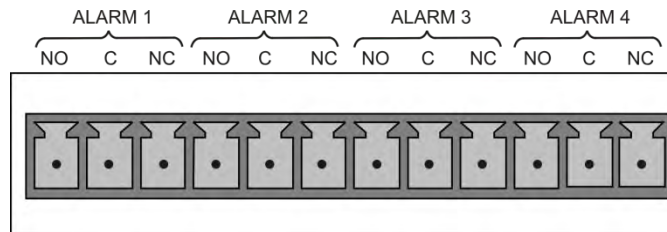

Abbildung 2-10 Grenzwertalarm-Relais
Die Option Grenzwert-Relais bietet vier (4) potentialfreie Relais auf der Rückwand (Abbildung 2-10), mit jeweils 3 Pins: Gemeinsamer Kontakt (C), Normal Offen (NO) und Normal Geschlossen (NC). Die Relais können verschiedene interne Gerätezustände und -Status angeben. Konfigurieren Sie diese Ausgänge über das Menü Setup>Digital Outputs (Abschnitt 2.5.7) unter „MB Relay“ [1 bis 4].